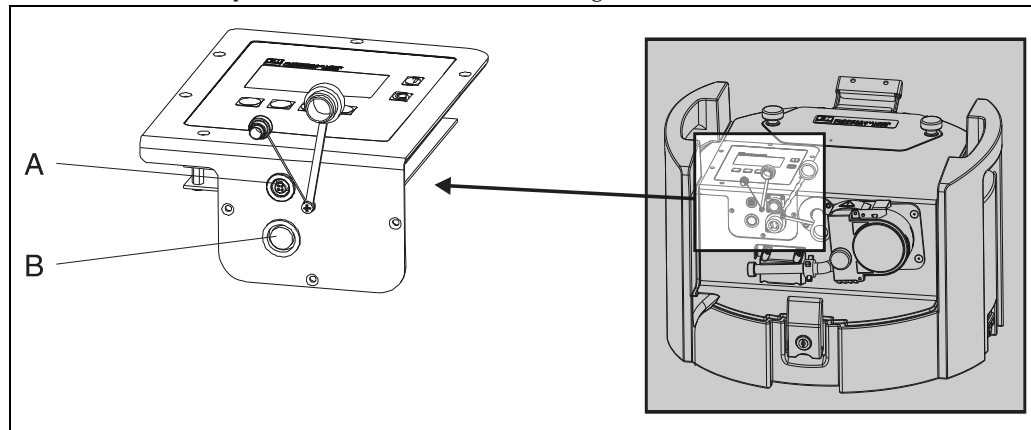

Abb. 4: Elektrische Anschlüsse des Gerätes
4.1.1 Anschluss Signalkabel (→ Abb. 4, Pos. B)
4.1.2 Anschluss RS232 Schnittstelle (→ Abb. 4, Pos. A)